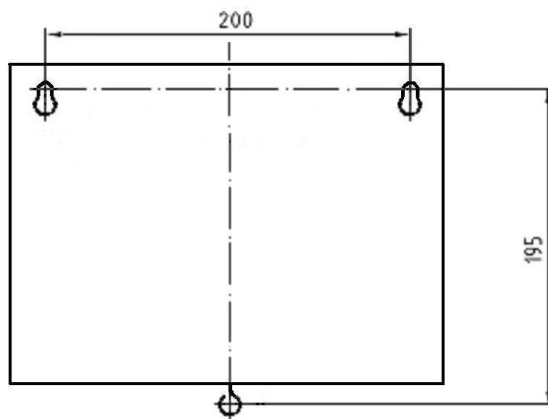

Рисунок 25 – Крепление МИ-50 (установочные размеры)
- 4) ввернуть самонарезающие винты из комплекта поставки в два верхних отверстия (см. рисунок 25) и повесить на них МИ-50;